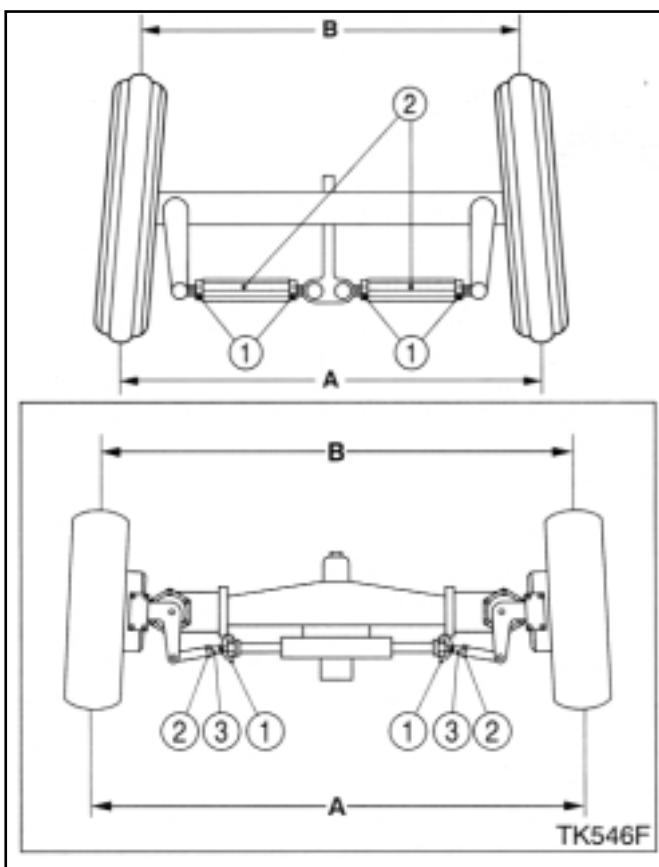

FIG. 121 / ABB. 121 / FIG. 121
Desserrez les contre-écrous (1) pour le réglage et ajustez la longueur de la barre d'accouplement en tournant les tendeurs (2). Réglez chaque côté de la même façon. Les rotules sphériques doivent pouvoir bouger librement après avoir serré les contre-écrous (Fig. 121).
Zur Einstellung die Sicherungsmuttern (1) lösen und die Länge der Spurstangen durch Drehen der Spanner (2) einstellen. Die Spur auf beiden Seiten um den gleichen Betrag ändern. Nach dem Festziehen der Muttern müssen sich die Kugelgelenke leichtgängig bewegen können (Abb. 121).
Om het toespoor in te stellen draait u de contramoeren (1) los en past u de lengte van de stang aan door aan de spanschroeven (2) te draaien. De kogelgewichten moeten vrij kunnen bewegen nadat u de contramoeren heeft aangedraaid (Fig.121).